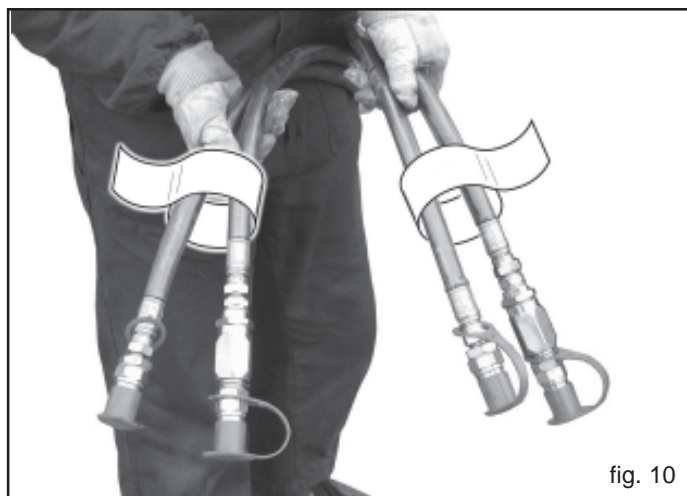
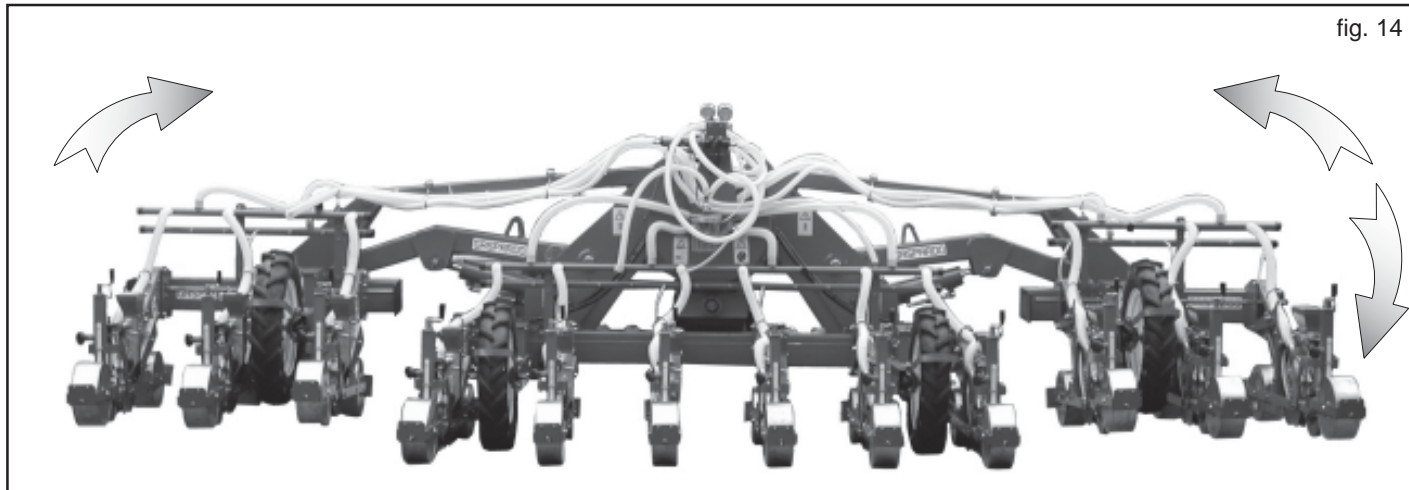
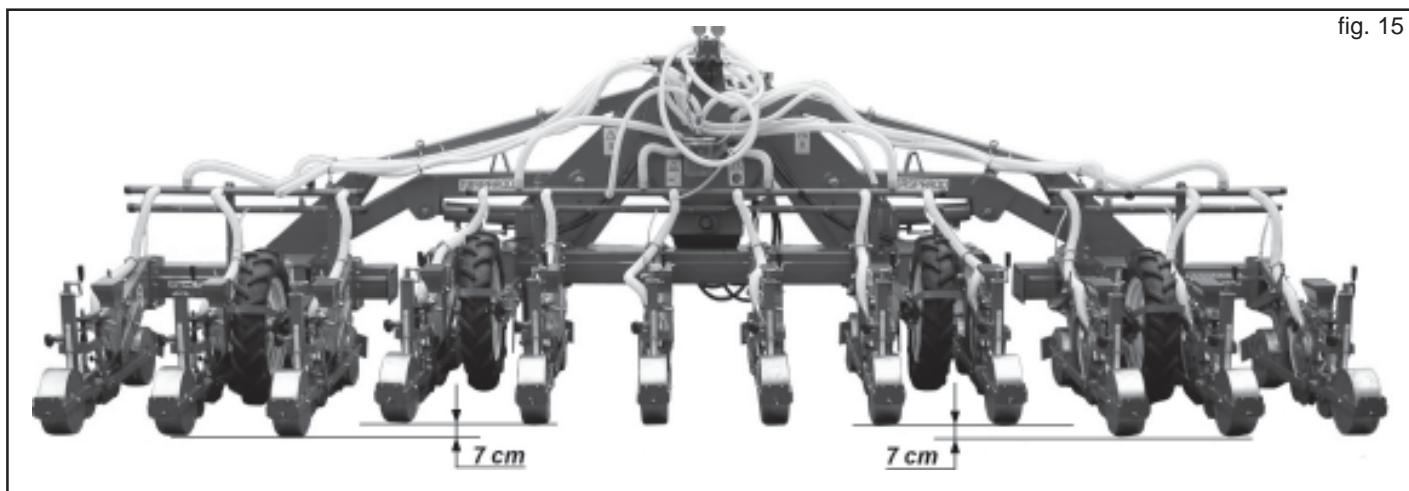

fig. 10
fig. 14
fig. 15
- 5) Die öldynamischen Schläuche unter Befolgen der an jedem Schlauch angebrachten Anleitungen korrekt an den Verteilern des Schleppers anschließen (Abb. 10).
Die Symbole haben folgende Bedeutung (zur Bezugnahme siehe Abb. 14):
Dank einem öldynamischen System erlaubt der Maschinenrahmen das Einklappen der Seitenenden (Abb. 14), an denen die Säaggregate angebracht sind. Dadurch werden die Gesamtabmessungen auf der Straße. Die öldynamisch einklappbaren Teile der Sämaschine sind "schwimmend" und können daher auch auf nicht perfekt ebenem Boden eingesetzt werden. Die seitlichen Teile des Rahmens können denn auch bezüglich des mittleren Teils um ca. 7 Zentimeter abgesenkt werden (Abb. 15). Diese Teile werden durch doppelwirkende öldynamische Zylinder angetrieben, die voneinander unabhängig sind. Zum Einstellen der Auf- und Abstiegsgeschwindigkeit der Seitenrahmen muss das an jeder öldynamischen Druckkölleitung angebrachte Ventil wie in Kapitel 3.1 beschrieben eingestellt werden (Abb. 10).
- 6) Die öldynamische Anlage einschalten, um den Rahmen zu öffnen (Abb. 14); dabei muss die Sämaschine vom Boden angehoben sein.